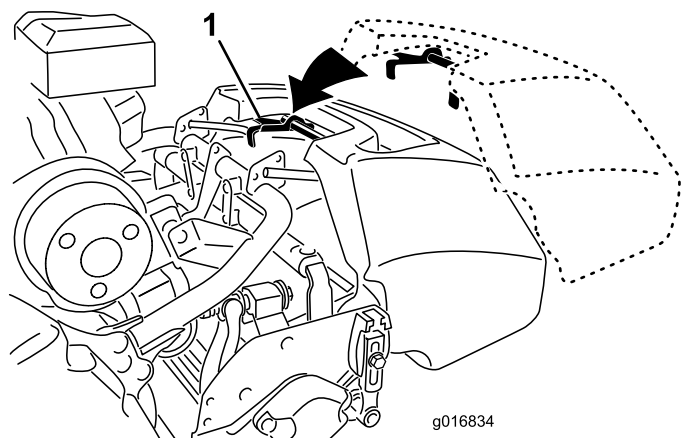

図 9
- バスケットのハンドルをつかむ 図 9。
- バスケットのリップ部をカッティングユニットの左右のサイドプレートに中央部に合わせて前ローラの上にセットする 図 9。
- フレームループの上からバスケットを取り付ける 図 9。